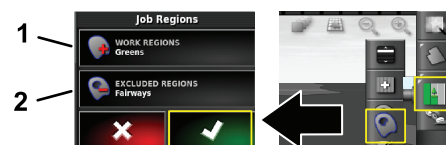

Bild 10
5. Wählen Sie den Arbeitsbereich (Bild 10), den Sie sprühen möchten (d. h. Fairways, Grüns, Abschläge, usw.).
6. Wählen Sie die ausgeschlossenen Bereiche, die Sie nicht sprühen möchten (Bunker, Bäume, Gefahrenbereiche, usw.) wie in Bild 10 dargestellt.